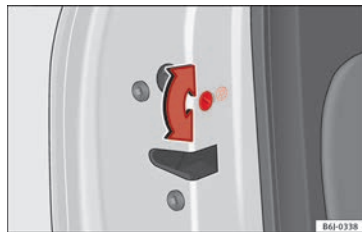

Fig. 121 Sécurité enfants de la porte gauche.
» fig. 121 et dans le sens horaire pour les portes de droite.
- Lorsque la porte est ouverte, tournez la rainure avec la clé du véhicule dans le sens anti-horaire pour les portes de droite et dans le sens horaire pour les portes de gauche » fig. 121.